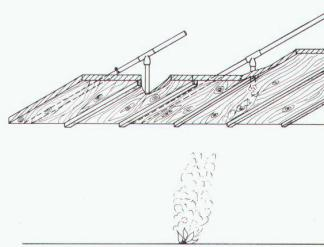

Bild 2
– Unsichtbare Installation. Das Rohrleitungssystem kann unsichtbar in der Deckenkonstruktion verlegt werden, so dass nur die Ansaugstellen sichtbar sind. Lochdurchmesser maximal 4,5 mm (Bild 2).